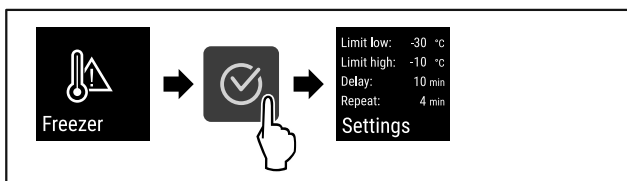

Fig. 102
- ▶ Provedte akční kroky (viz Fig. 102) .